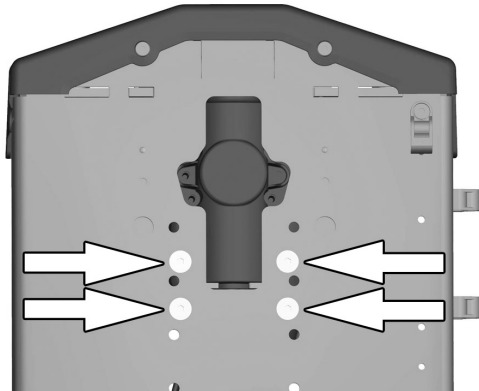

Abbildung 113. Stabilisator der Stellvorrichtung mit den vier Schrauben montieren.
7. Stabilisator der Stellvorrichtung mit den vier Schrauben montieren. Siehe Abbildung. 113.